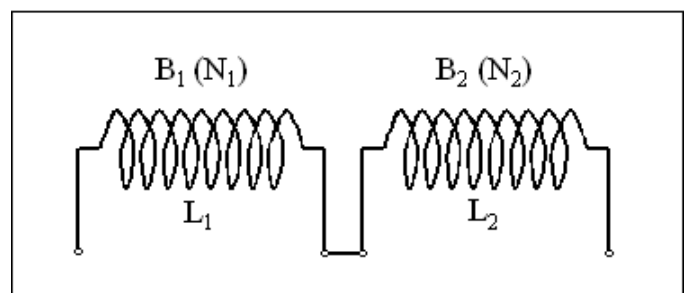

Figure 13: deux bobines d'inductances L_1 et L_2 connectées en série. On s'intéresse à l'inductance totale du système.
Nous terminerons cet article par l'étude de l'inductance équivalente à deux inductances en série. Nous considérons ici le cas de deux bobines B_1 et B_2 connectées en série (figure 13) et entre lesquelles peut exister un couplage défini comme ci-dessus par son coefficient k [relation (20)]. Ces deux bobines comportent respectivement N_1 et N_2 spires et sont caractérisées par leurs inductances L_1 et L_2 ; il faut bien noter que L_1 et L_2
Dans le cas où le couplage entre B_1 et B_2 n'est pas nul, le flux produit par B_1 (lorsqu'elle est traversée par un courant) va renforcer ou atténuer le flux produit par B_2 et réciproquement. Supposons que les deux bobines de la figure 13 soient coaxiales et que leurs enroulements soient dans le même sens. Dans ce cas, les flux produits par les bobines vont se renforcer mutuellement. Si les